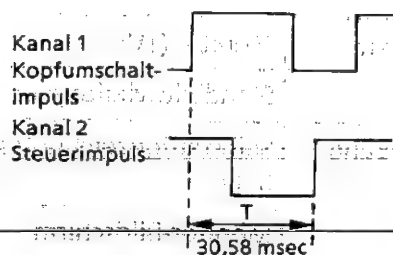

Abbildung 2-3.
3. Sicherstellen, daß die Wellenformen am Oszilloskop-Bildschirm mit jenen in Abbildung 2-3 identisch sind.